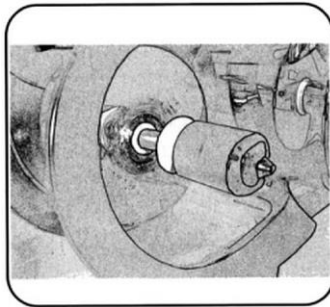

Fig. 36
8. A continuación, humedezca con agua las juntas de la espiral (Fig. 36).